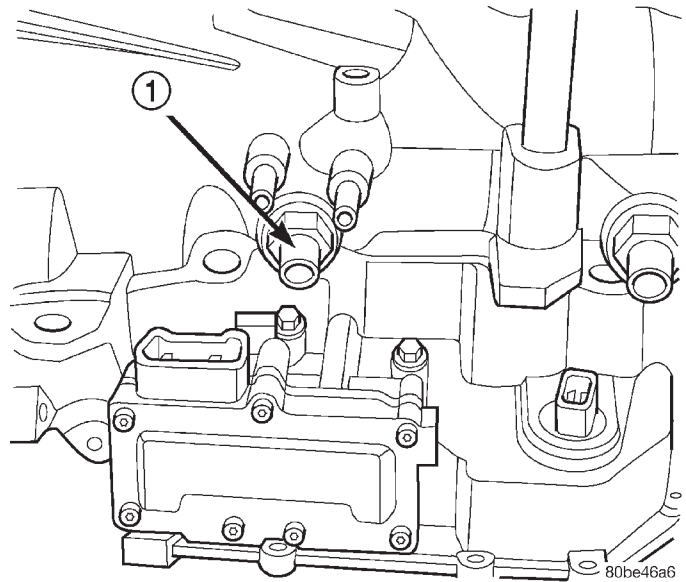

Fig. 292 Sensor de velocidad de impulsión (turbina)
- (1) Desconecte el cable negativo de la batería.
- (2) Retire el conjunto del cuerpo de la mariposa del acelerador y del depurador de aire.
- (3) Desconecte el conector del sensor de velocidad de impulsión.
- (4) Destornille y retire el sensor de velocidad de impulsión (Fig. 292).